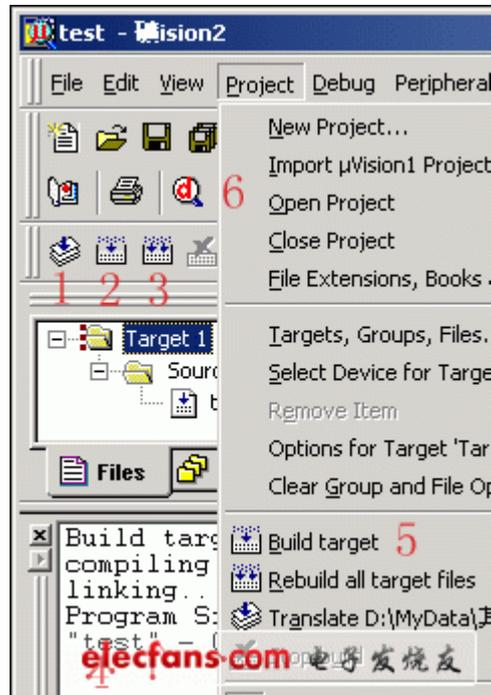

图 1-7 编译程序
(5) C 程序文件已被加到了项目中了，下面就剩下编译运行了。这个项目只是用做学习新建程序项目和编译运行仿真的基本方法，所以使用软件默认的编译设置，它不会生成用于芯片烧写的 HEX 文件。先来看图 1-7 吧，图中 1、2、3 都是编译按钮，不一样是 1 是用于编译单个文件。2 是编译链接当前项目，如果先前编译过一次之后文件没有做编辑改动，这个时候再点击是不会再次重新编译的。3 是重新编译，每点击一次均会再次编译链接一次，不管程序是否有改动。在 3 右边的是停止编译按钮，只有点击了前三个中的任一个，停止按钮才会生效。5 是菜单中的它们。在 4 中能看到编译的错误信息和使用的系统资源情况等，以后我们要查错就靠它了。6 是有一个小放大镜的按钮，这就是开启\关闭调试模式的按钮，它也存在于菜单 Debug-Start\Stop Debug Session，快捷键为 Ctrl+F5。